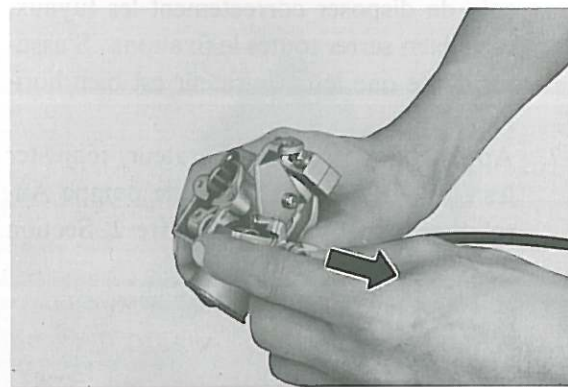

Fig. 4-2-18
2. Pull out the throttle shaft. (Fig. 4-2-18)
2. Sortir la tige d'accélérateur. (Fig. 4-2-18)
2. Drosselwelle herausziehen. (Fig. 4-2-18)